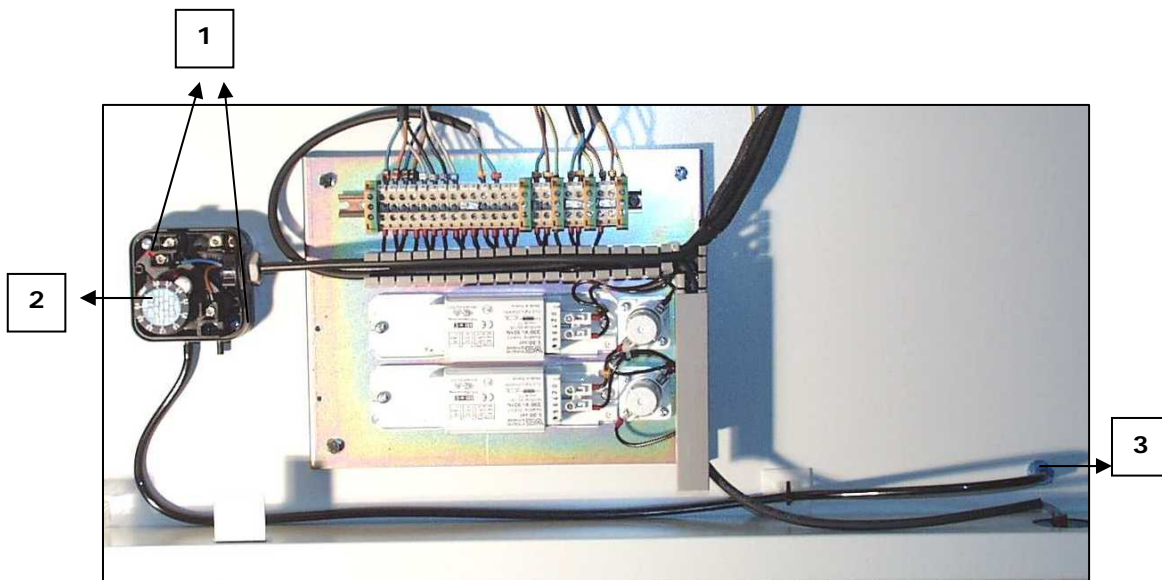

Fig. 47
- a) Instalar un presostato en la pared del plénum (Fig. 47).
- d) Regular el presostato con un potenciómetro para que se active cuando la presión inicial se vea incrementada entre 3 y 4 mmca (Fig. 47).